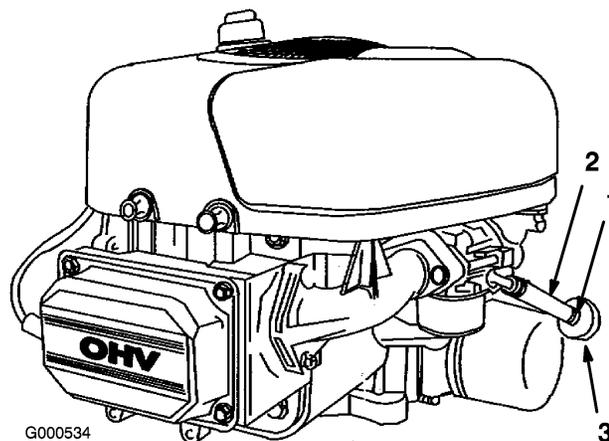

Figura 28
4. Allentate la fascetta stringitubo e spostatela in alto sul tubo del carburante, lontano dalla valvola di intercettazione del carburante (Figura 28).
5. Togliete i tubi del carburante dal filtro del carburante (Figura 28).
7. Collegare la linea del carburante al filtro del carburante. Infilate la fascetta vicino al filtro del carburante, per fissare il tubo del carburante (Figura 28).